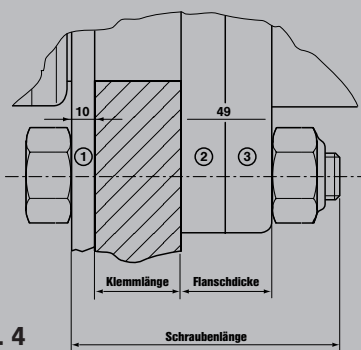

Abb. 4
- Größe der Schrauben und Muttern s. Tabelle, Schraubenlänge s. Abb. 4
## Klemmlänge (s. Abb. 4)